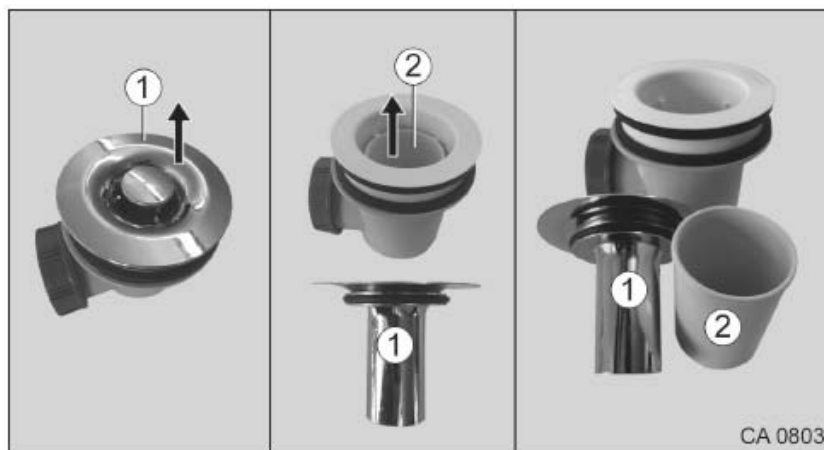

Fig. 161 Bonde, variante avec parement chromé
1. Tirer le clapet (Fig. 161/1) vers le haut et l'enlever.
2. Tirer le gobelet (Fig. 161/2) vers le haut et l'enlever.